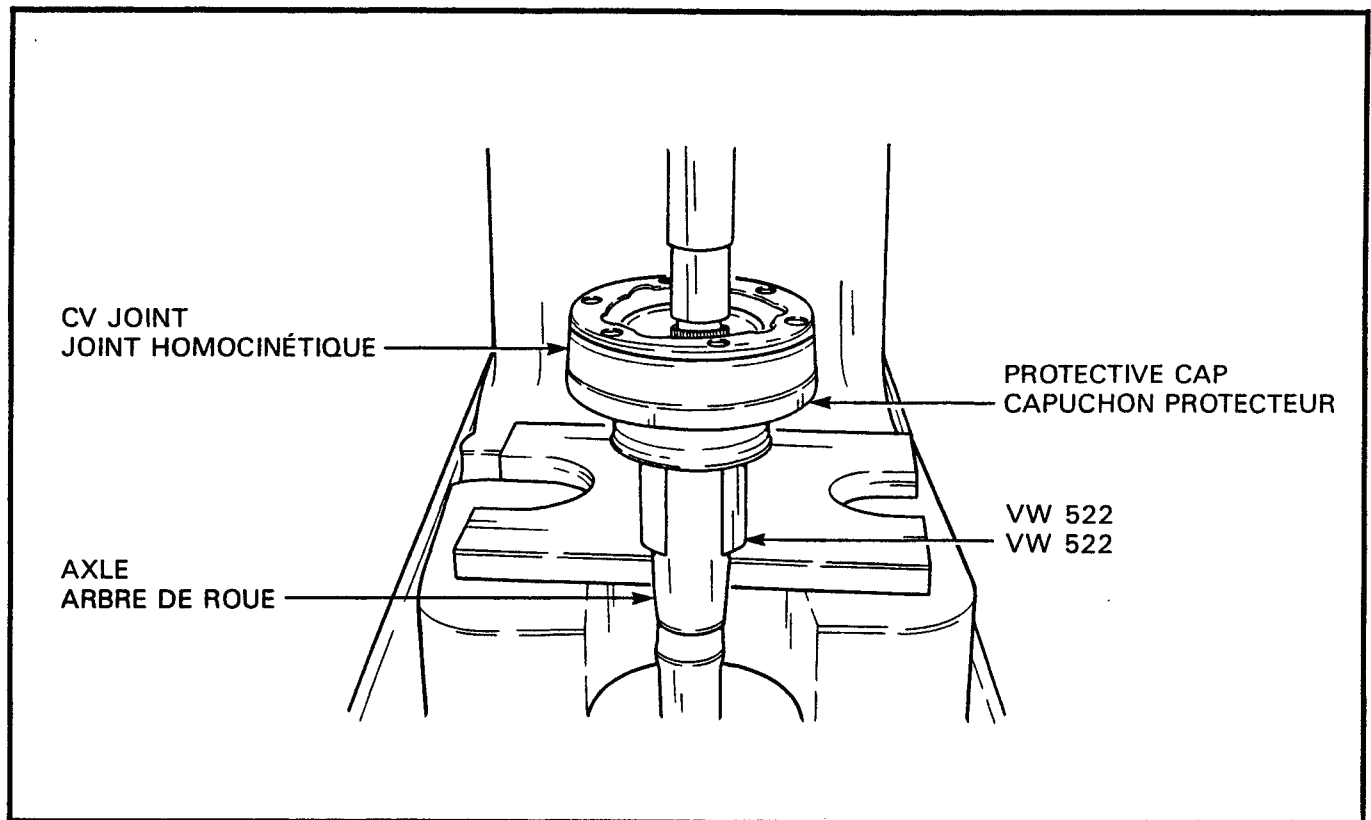
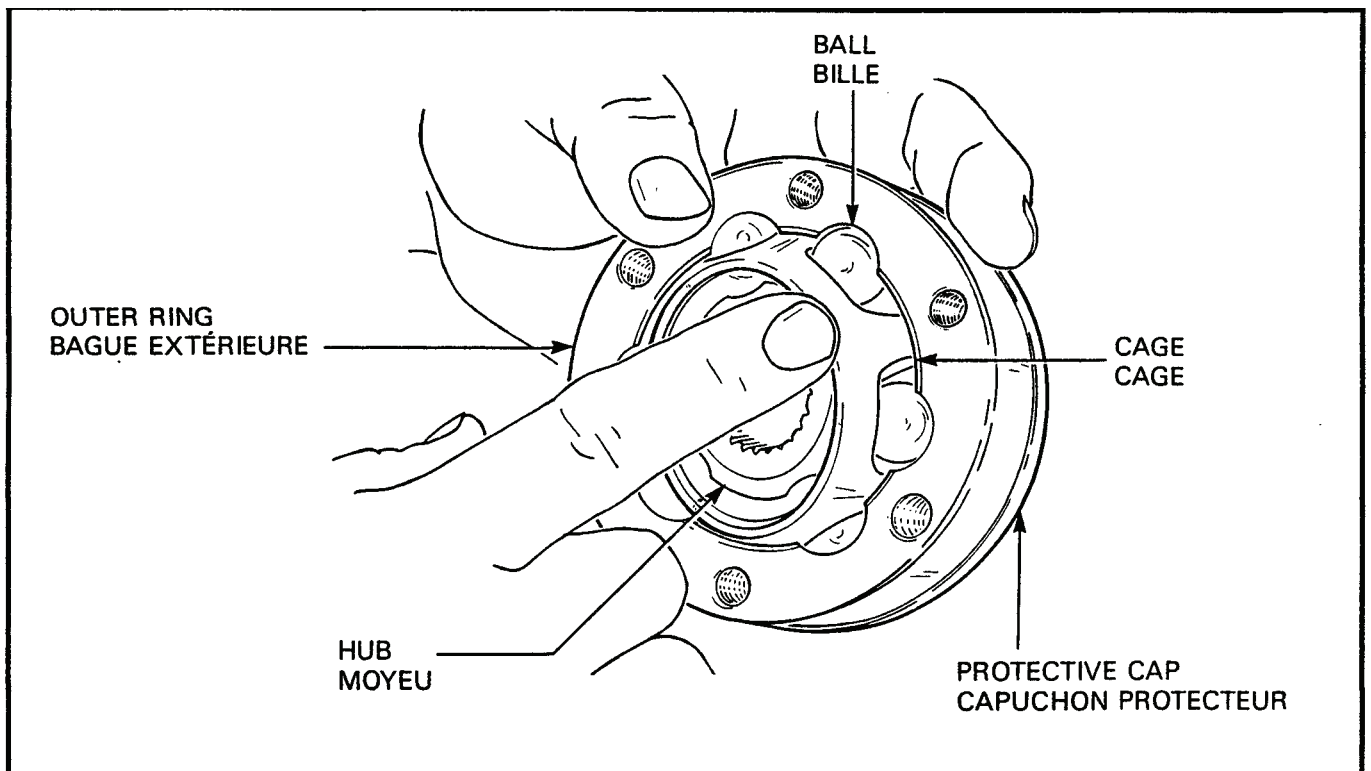

Figure 3-4-2 Removal of Inner Constant Velocity Joint from Drive Axle
Figure 3-4-3 Removal of Ball from Inner Constant Velocity Joint
- Remove the two boot retaining clamps (5 and 8) and slide the boot (7) away from the protective cap (9).
- Remove the circlip (11) from the end of the axle (6).
- Place tool VW522 on the axle and against the hub of the CV joint, see Figure 3-4-2.
- Press the CV joint (10) from the axle.
- Pull the boot (7) from the axle.
- Tilt the hub and cage in the outer ring to expose a ball, see Figure 3-4-3.
- Enlever les deux colliers de fixation du soufflet (5 et 8), et glisser le soufflet (7) loin du capuchon protecteur (9).
- Enlever le circlip (11) de l'extrémité de l'arbre de roue (6).
- Placer l'outil VW522 sur l'arbre de roue et contre le moyeu du joint homocinétique. Voir figure 3-4-2.
- Exercer une pression sur l'arbre de roue pour l'éloigner du joint homocinétique (10).
- Enlever le soufflet (7) de l'arbre.
- Basculer le moyeu et la cage dans la bague extérieure pour exposer une bille. Voir figure 3-4-3.